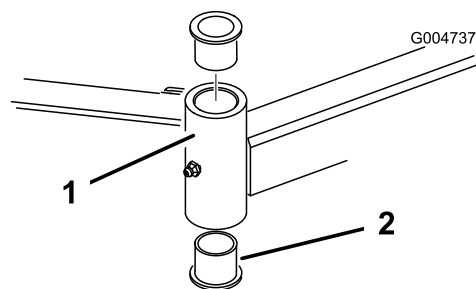

Figura 85
4. Inserte un botador fino en la parte superior o inferior del tubo de montaje y dé golpes hasta retirar el casquillo del tubo (Figura 85).